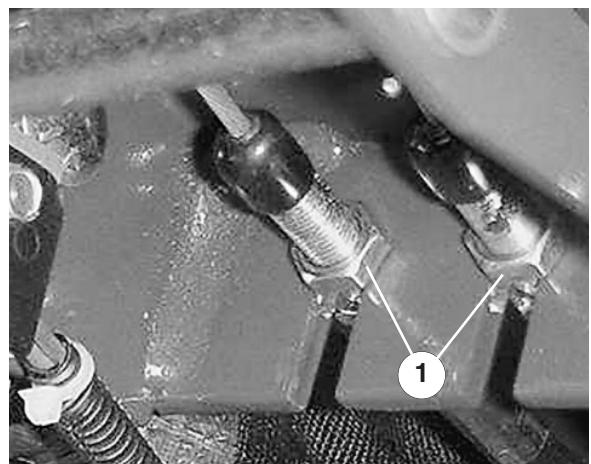

Figure 44
1. Pour réduire la garde aux pédales des freins directionnels, serrez les freins, desserrez l'écrou avant sur l'extrémité filetée du câble de frein (Fig. 44). Serrez ensuite l'écrou arrière pour déplacer le câble en arrière jusqu'à obtention d'une garde de 13 à 25 mm. Resserrez l'écrou avant une fois que les freins sont réglés correctement.